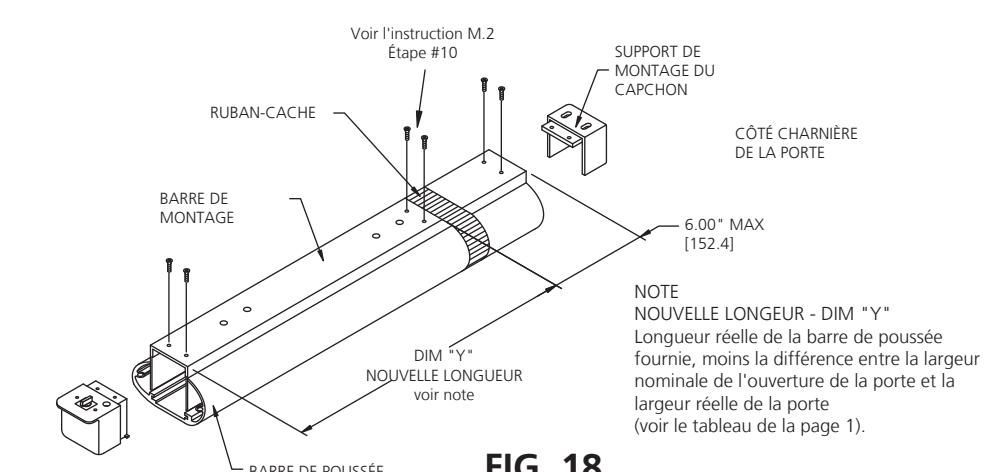

FIG. 18
4. Déterminez la nouvelle longueur de la barre (dimension "Y") selon la note de la Fig. 18.